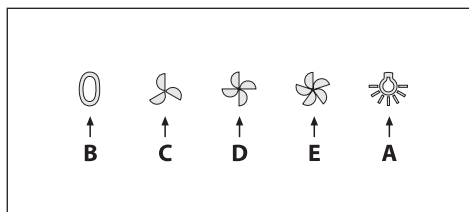

Fig.7
- **Bedienung (Abb.7)** die Symbolbezeichnungen sind folgend wiedergegeben: